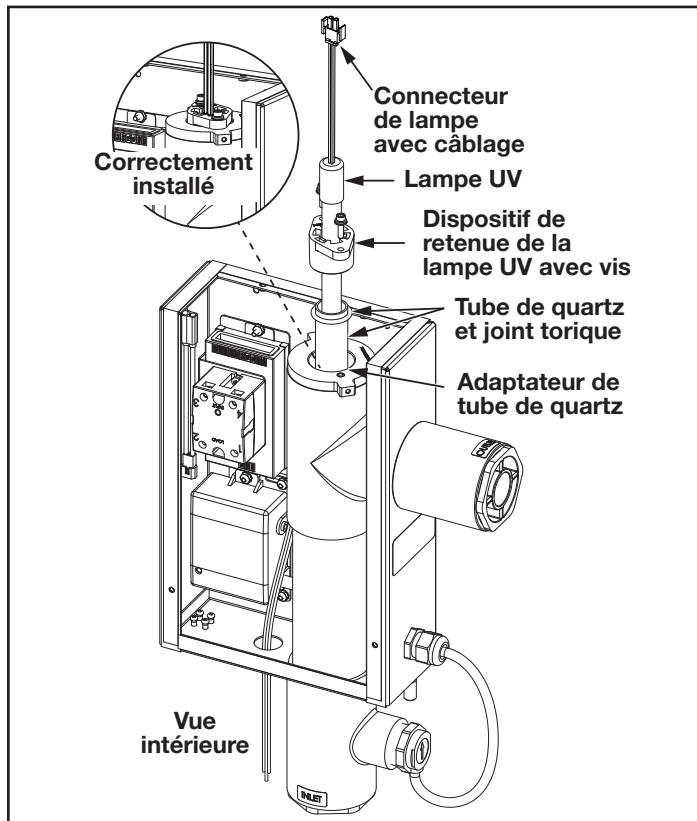

Figure 9. Installation du tube de quartz du système JAOPXOFF
6. Après avoir retiré les lampes, retirer les vis de retenue supérieures de la lampe à l'aide de la clé hexagonale incluse dans le sac de pièces. Voir la Figure 9. Placer les vis de retenue de la lampe, les rondelles et le dispositif de retenue de la lampe de côté dans un endroit sûr.